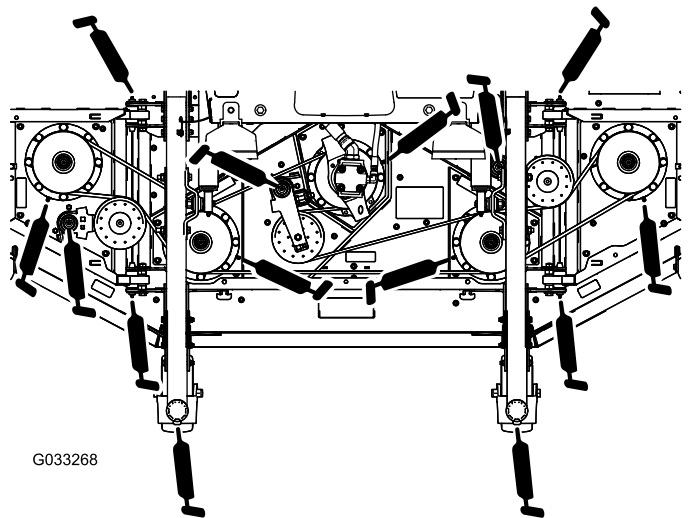

Figura 52
- 2 boccole dell'albero della forcella della ruota orientabile (Figura 52)
- 5 cuscinetti dell'albero del fusello (situati sull'alloggiamento del fusello) come illustrato nella Figura 52
- 3 boccole del perno di articolazione del braccio del tendicinghia (situate sull'albero del perno di articolazione del tendicinghia) come illustrato nella Figura 52
- 4 boccole del piatto delle alette (situate sui perni del perno di articolazione delle alette) come illustrato nella Figura 52